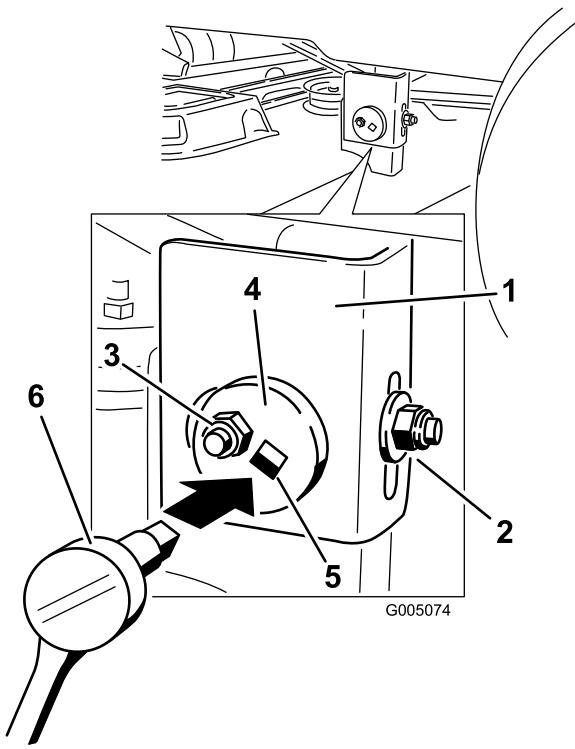

Figure 44
7. Du côté gauche de la machine, desserrez sans le retirer, l'écrou de blocage arrière sur le support (Figure 44).
8. Desserrez l'écrou de blocage latéral sur le support jusqu'à ce qu'il soit possible d'ajuster la plaque centrée (Figure 44). Utilisez une clé à douille munie d'une rallonge de 3/8 pouce (9,5 mm) pour manipuler la plaque excentrique. Utilisez la clé pour repositionner le plateau de coupe à la hauteur voulue.
9. Arrêtez le plateau de coupe et vérifiez sa hauteur, puis serrez l'écrou de blocage latéral sur le support pour fixer cette nouvelle position (Figure 44). Resserrez l'écrou de blocage arrière sur le support.